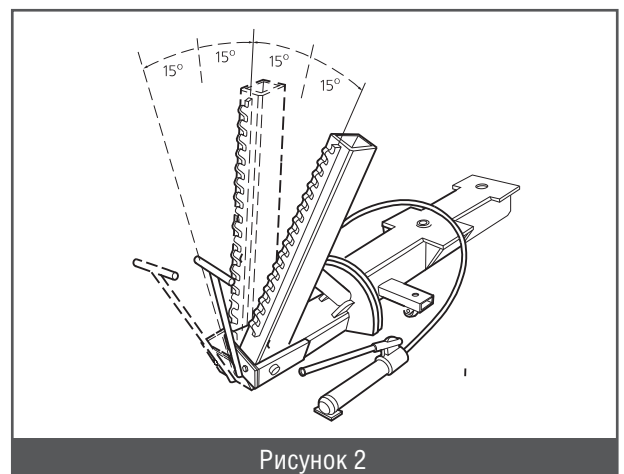

Рисунок 2
- Выберите необходимый угол установки стойки 3-х шарнирного силового устройства и зафиксируйте балку с помощью болта и шайбы в одном из пяти положений (рисунок 2).